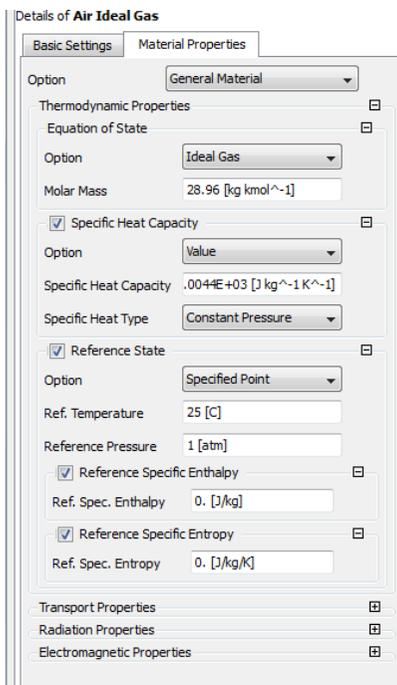

Рис. 5.12. Панель *Material Properties* задания свойств рабочего тела
- На следующем этапе необходимо перейти во вкладку *Material Properties* (свойства материала). На экране появится панель свойств вещества (рис. 5.12). В ней, в поле *Option*, следует выбрать значение *General Material*.